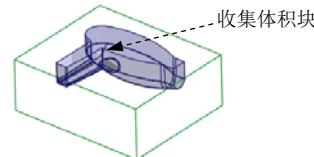

图 8.37 收集体积块
⑤ 在菜单栏中单击 Done (完成) → Done/Return (完成/返回) → Done (完成) 命令，完成收集体积块的创建，结果如图 8.37 所示。